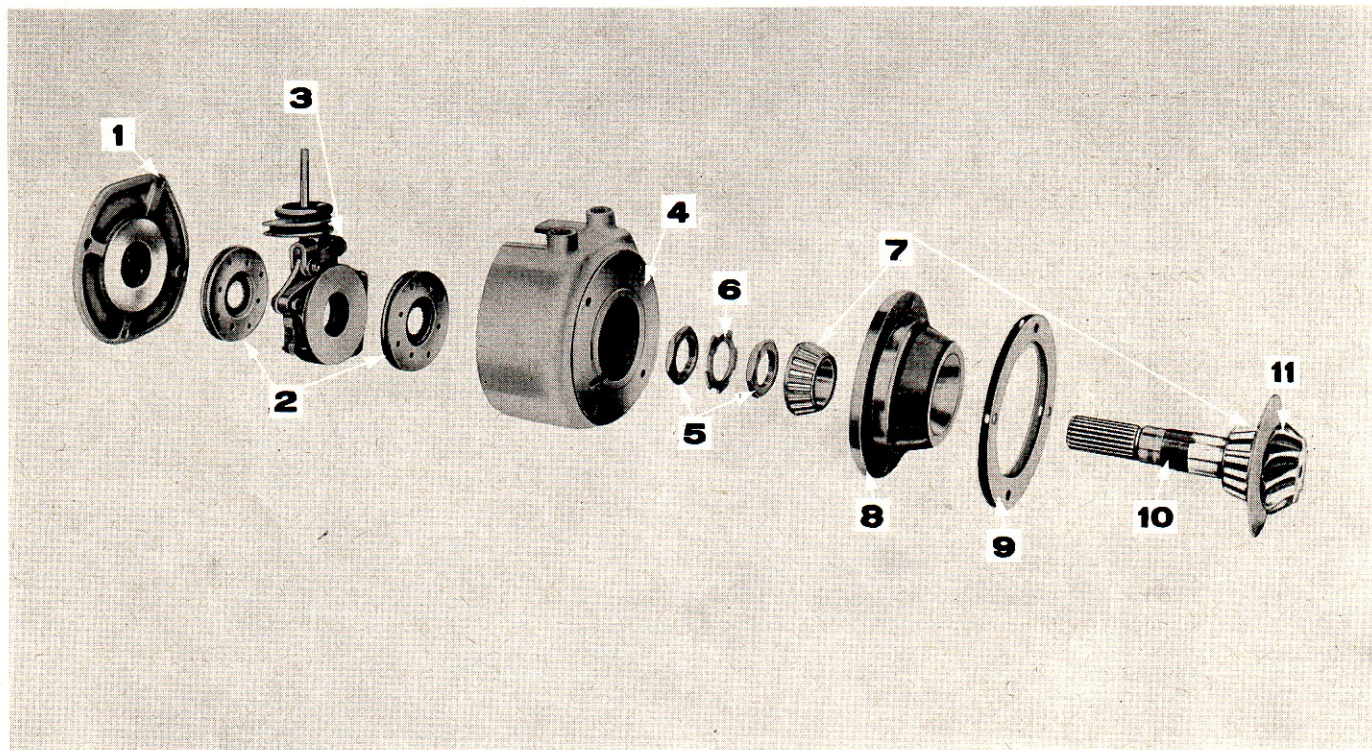

Figure 71: Vue éclatée du frein à main sur transmission
9. Extraire du couvercle de roulement: le roulement extérieur, le déflecteur d'huile et l'arbre de frein (Figure 71).